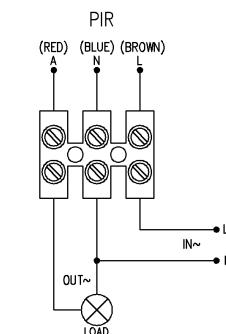

Рис. 1 Схема кропитания
3. В соответствии со схемой подключения (рис. 1) соедините провода электропитания и электроприбора, подключаемого к датчику, с соединительными клеммами.
Подключенное к датчику устройство не работает	<ul style="list-style-type: none">Проверьте правильность подключения датчика и подключаемого электроприбора (рис. 1).Если на подключенном к датчику устройстве есть выключатель, включите его.Убедитесь, что напряжение подано и соответствует ~ 230 В/50 Гц.Возможно, регулятор чувствительности LUX установлен в положение, при котором датчик срабатывает только в темноте. Отрегулируйте чувствительность датчика к внешней освещенности.